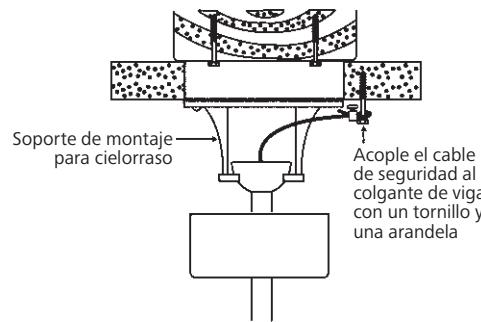

Fig. 12
Paso 1. Inserte un tirafondos y arandelas en el colgante de viga junto al soporte de montaje, pero no ajuste. (Fig. 12)